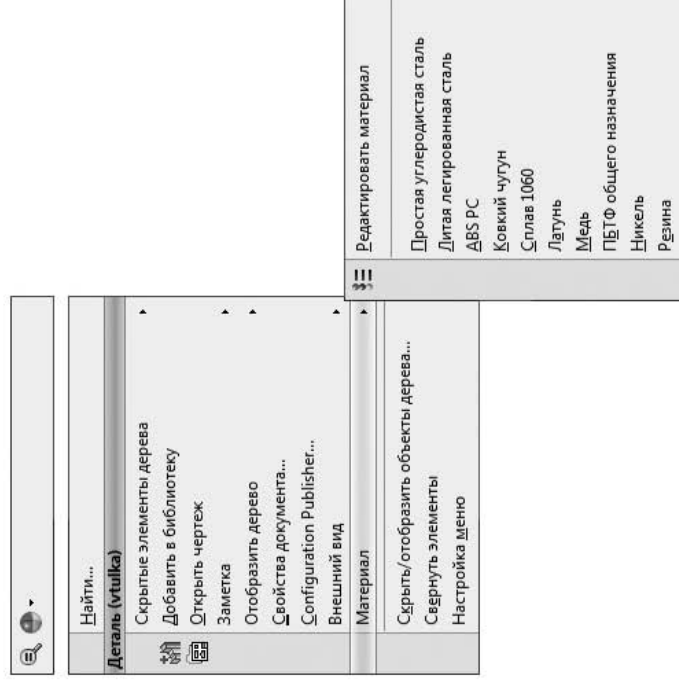

Рис. 5.16. Назначение материала компоненту
- сборки. В дереве конструирования FeatureManager щелкните правой кнопкой мыши на компоненте детали и выберите **Материал** (рис. 5.16). Для применения материала к нескольким компонентам перед нажатием правой кнопки мыши выберите несколько компонентов.